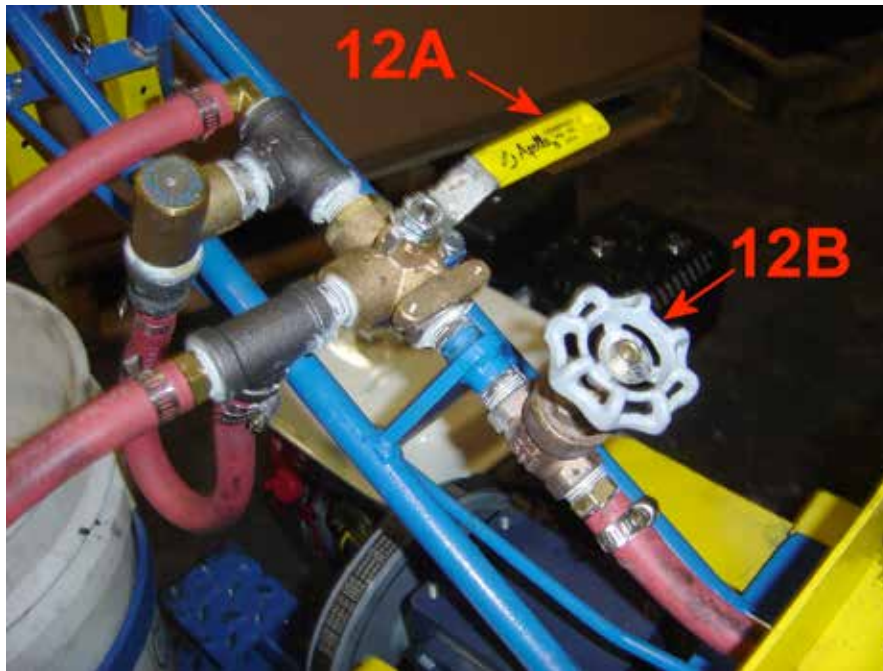

Figure 12 Mise en place du dispositif de collage
1. Le système de collage est actionné au moyen d'une pompe volumétrique entraînée par courroie. La pompe est alimentée par un tuyau qui descend dans le seau de colle. La pompe à colle alimente le tableau de commande de l'opérateur (Figure 12). Le débit de colle est dirigé par une vanne à trois voies (12A). Le débit est contrôlé par un robinet-vanne (12B).